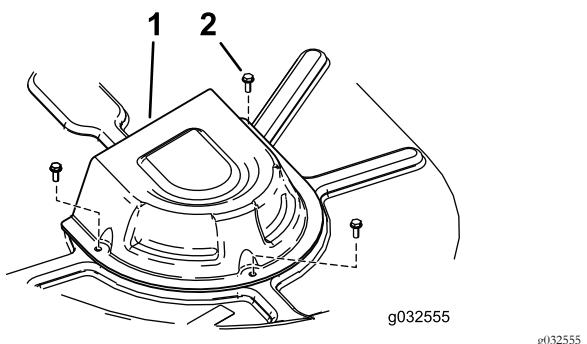

Bild 73
4. Entfernen Sie die Abdeckungen der Riemscheibe ab (Bild 73).